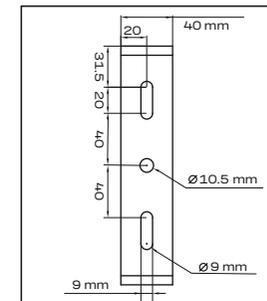
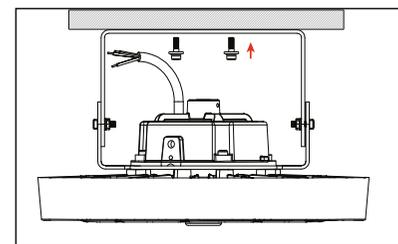
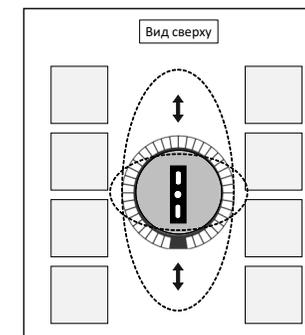

Рис. 1
Рис. 2
Рис. 3
- Подготовьте отверстия для винтов в потолке в соответствии с указанными размерами монтажного кронштейна типа лира (рис. 1), после чего надежно закрепите кронштейн (рис. 2) межстеллажным пространством (рис. 3), монтаж лиры осуществляется по центру прохода и параллельно стеллажам. Стрелками на лире осветительного прибора показано направление и оно должно совпадать со стрелками на рисунке 3.